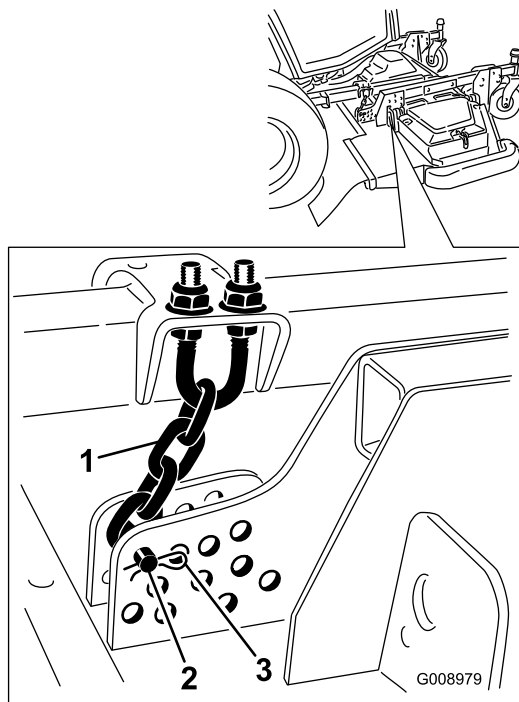

Bild 20
9. Entfernen Sie den Splint und den Lastösenbolzen, mit denen die Schnitthöhenkette an der Rückseite des Mähwerks befestigt ist (Bild 20).